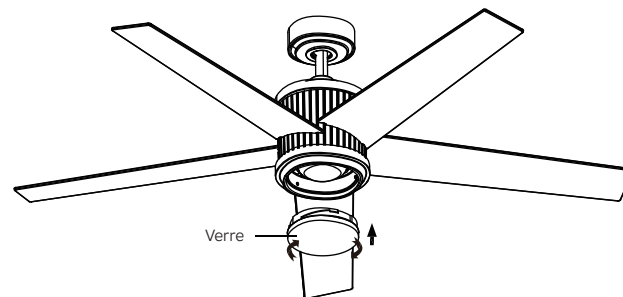

Fig. 21
Étape 3. Fixez le verre au boîtier de l'interrupteur en le tournant dans le sens des aiguilles d'une montre, tournez le verre progressivement jusqu'à ce qu'il s'enclenche sur le boîtier de l'interrupteur. Ne pas trop - serrer. (Fig. 21)